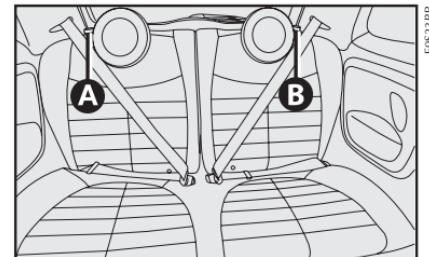

fig. 56
- actuar el botón **A** o **B**-fig. 56 para desatrar la parte izquierda o derecha del respaldo y acompañarlo sobre el asiento.
- actuar en el botón A y B-fig. 56 para destrabar la parte izquierda y derecha del respaldo y acompañarlo sobre el asiento.